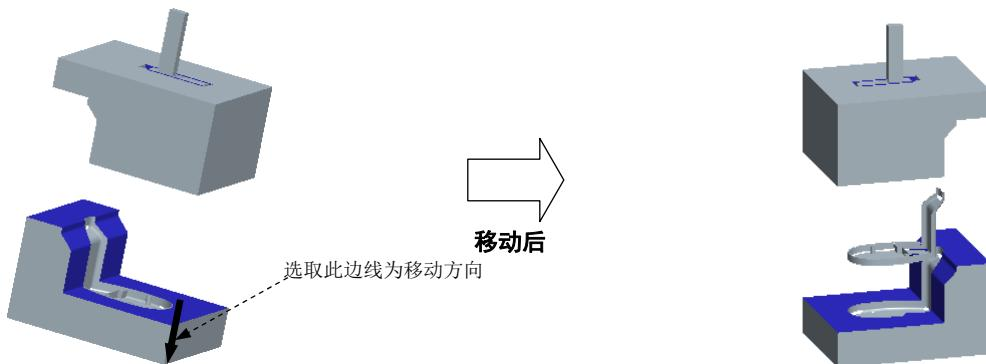

图 26.34 移动铸件
Step1. 移动铸件。参考 Stage2 的操作方法，选取铸件，选取图 26.34 所示的边线为移动方向，输入要移动的距离值 100，选择 **Done (完成)** 命令，单击 **Done/Return (完成/返回)** 按钮。完成铸件的开模动作。